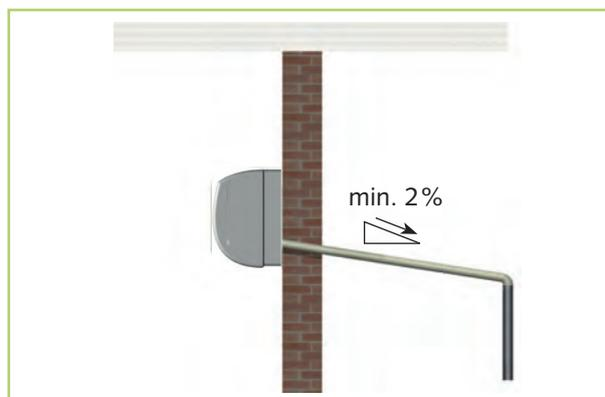

Abb. 22: Kondensatanschluss
- Die bauseitige Kondensatleitung ist mit einem Gefälle von min. 2 % zu verlegen (Abb. 22). Gegebenenfalls sehen Sie eine dampfdiffusionsdichte Isolation vor.